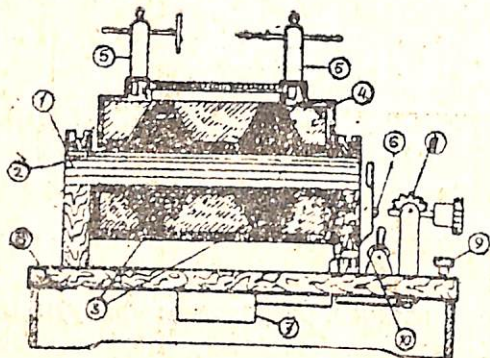

Рис. 2
3. Включают ток, поворачивая переключатель направо или налево на 90°. Вращением регулировочного винта приводят в действие прерыватель. Необходимо подобрать такой режим работы прерывателя, при котором искрение на его контактах будет минимальным. После этого винт закрепляется стяжным винтом (11) (рис. 2).